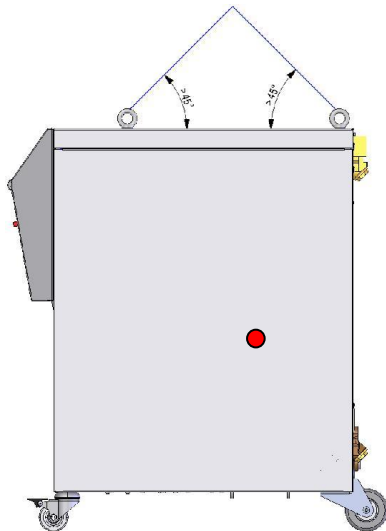

Fig. 7: Pontos de fixação
1. Fixe os cabos e as cintas adequadamente Fig. 7.
2. Certifique-se de que o aparelho fica suspenso direito, tendo em conta o centro de gravidade (→ ● Fig. 7).